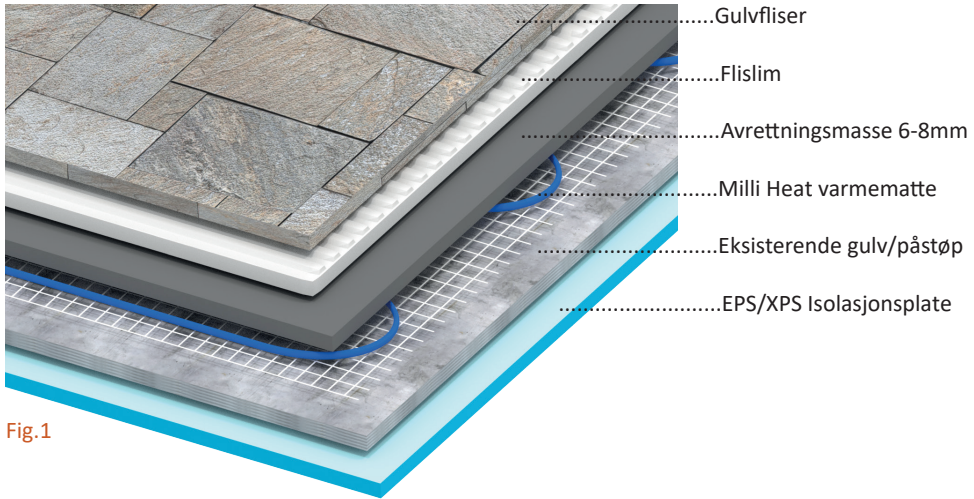

Fig.1
5.3.1 Om reflektorplater (EPS/XPS) benyttes på gulvet skal disse monteres under varmematten(fig1.S5).